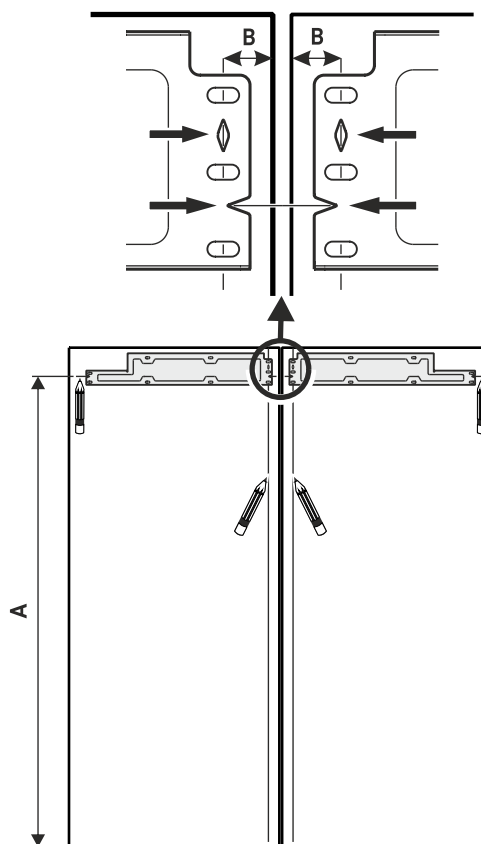

Fig. 27
- Linie im Abstand Fig. 27 (A) markieren.
- Linie im Abstand Fig. 27 (B) von der Innenseite der Möbelfront markieren.
- Jeden Befestigungswinkel zu Abstand Fig. 27 (A) ausrichten und mit mindestens sechs Schrauben 4x16 montieren.